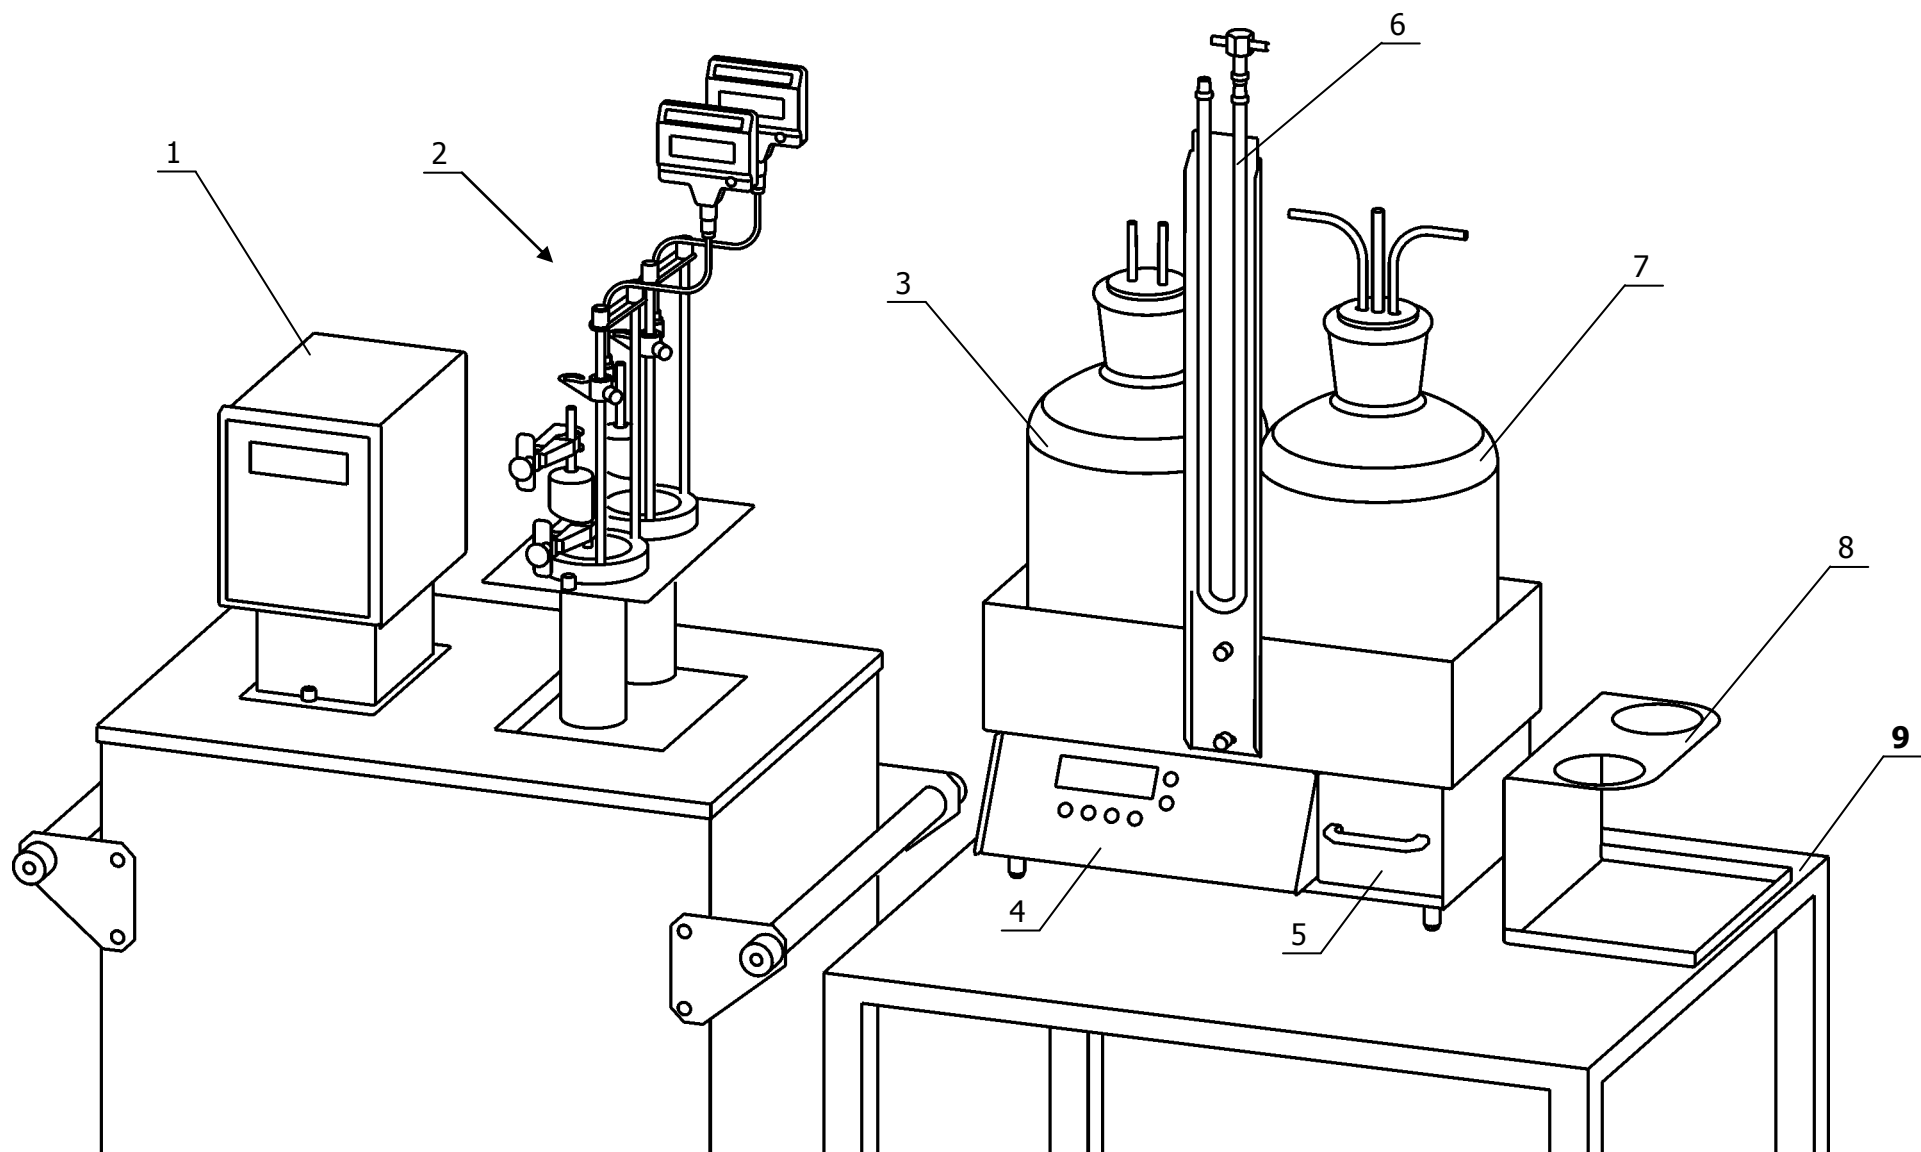
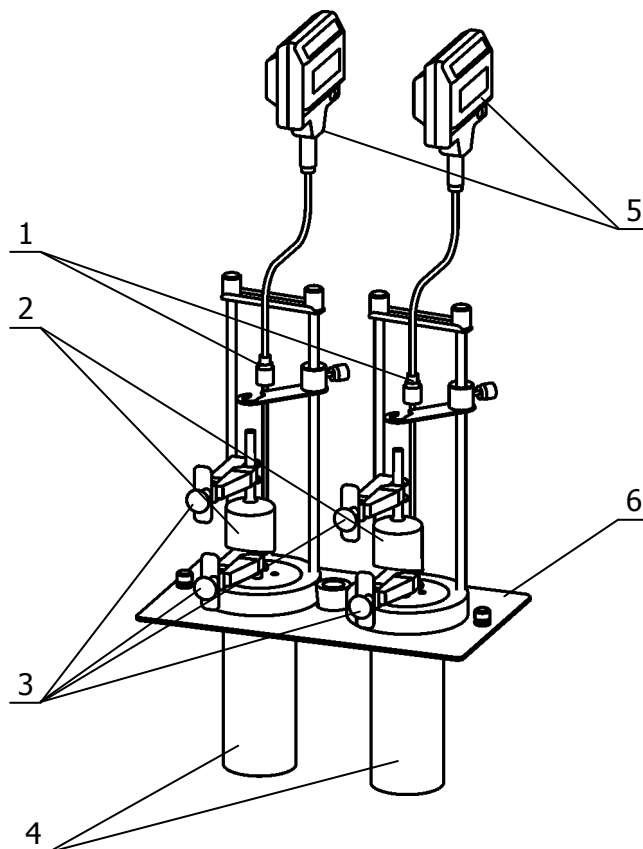

Рисунок 1 — Внешний вид установки
Рисунок 2 — Измерительные ячейки в сборе
1.5.1 Установка (рисунок 1) состоит из двух измерительных ячеек 2, размещаемых в термостате (бани) 1 и измерительного блока 4, расположенного на столе 9. На измерительный блок установлены мановакуумметр 6, регулятор вакуума 7 и буферная емкость 3. Мановакуумметр, регулятор вакуума и буферная емкость являются частью вакуумной системы и соединены соответствующим образом при помощи гибких трубок (на рисунке не показаны). Штатив 8 предназначен для сборки измерительных ячеек при их подготовке к работе.
1.5.3 На рисунке 3 показано устройство измерительной ячейки. Она состоит из латунного стакана 6, на дне которого расположено пробковое изоляционное кольцо 11. На изоляционное кольцо установлен измерительный сосуд 8 (плоскодонная пробирка с кольцевой меткой 45 см³ от дна). На верхнюю и нижнюю части сосуда надеты уплотнительные кольца 10, предназначенные для предотвращения касания сосуда от стенок латунного стакана. Сосуд закрыт пробкой 4. Латунный стакан устанавливается в поддерживающее кольцо 5, предназначенное для удержания всей измерительной ячейки в крышке термостата (бани) 6 (см. рисунок 2) или в штативе 8 (см. рисунок 1). На дне измерительного сосуда расположен фильтр 9, соединенный с пипеткой. В поддерживающем кольце установлена ручка-опора 1, предназначенная для перемещения всей измерительной ячейки. На этой ручке-опоре расположен зажим 7, предназначенный для исключения перелома трубки 2, надетой на пипетку 3.
2.2.2 Расположить стол (см. рисунок 1) в удобном месте рядом с термостатом (баней), установить на нем измерительный блок.